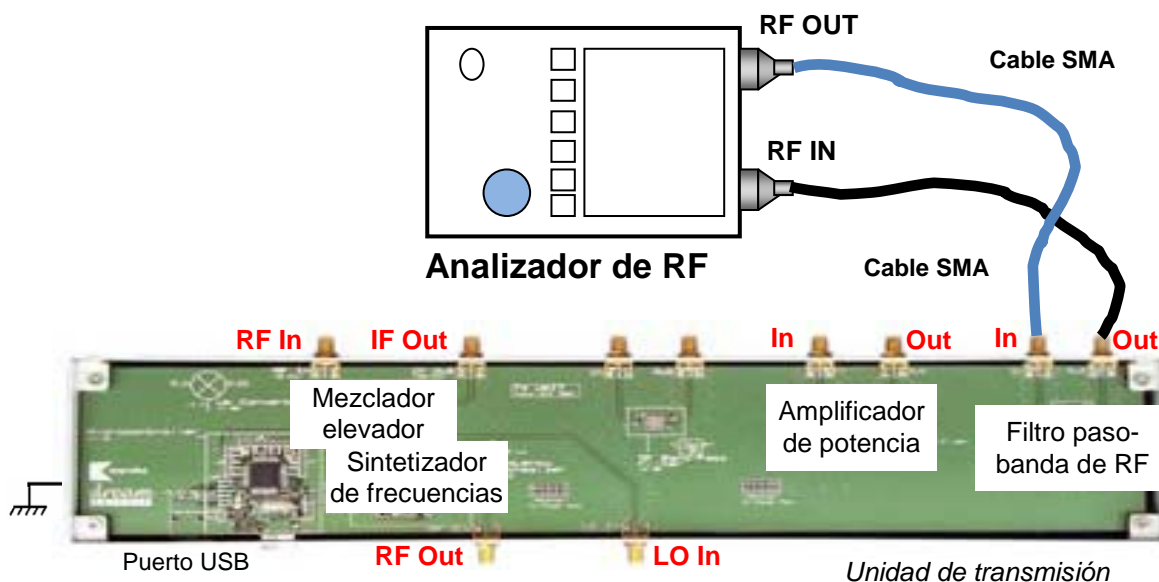

Figura 1 – Disposición general de los equipos para realizar las medidas de filtro
4. Conecte el filtro paso-banda de RF al N9912A como se muestra en la Figura 1.